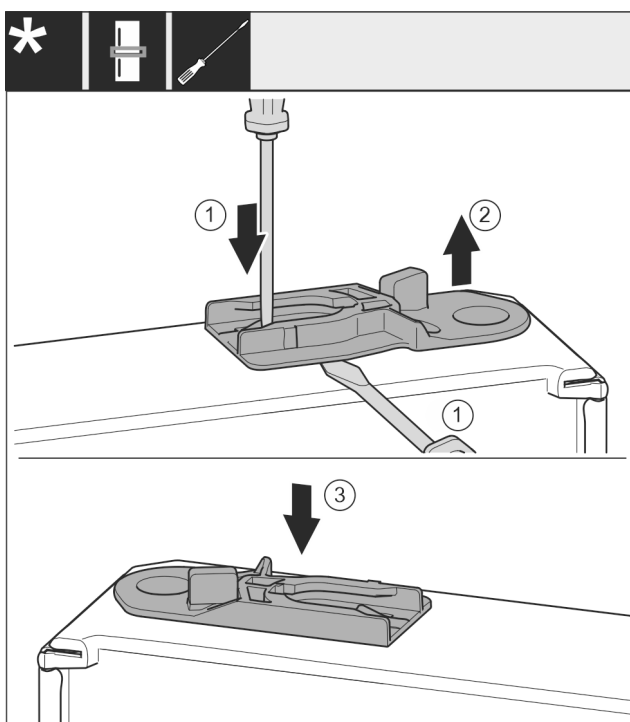

Fig. 34
- Estrarre la boccola di guida: Premere la linguetta Fig. 34 (1) con un cacciavite a intaglio e allo stesso tempo spostare in basso la boccola di guida Fig. 34 (2) con il cacciavite a intaglio.
- Inserire la boccola di guida Fig. 34 (3) inclusa nella fornitura sull'altro lato dell'alloggiamento.